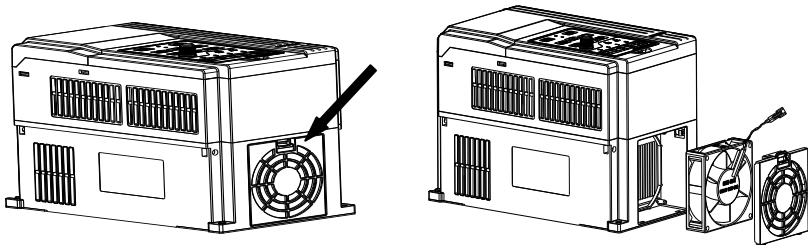

图 8-1 (a) 拆除风扇罩图
1. 如图 8-1 (a) 所示下压风扇弹性卡扣, 同时稍用力向外平行拉出, 从变频器主体拆下风扇罩。
2. 如图 8-1 (b) 所示依次拿出风扇罩和风扇, 然后再如图向内侧下压风扇引线端子弹性卡扣, 同时稍用力拉出风扇引线端子。